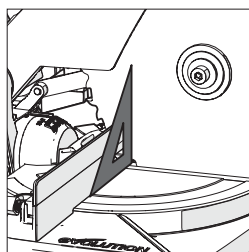

Fig. 9
- Puneți raportorul pe masă cu o latură scurtă lipită de masă și cealaltă latură scurtă lipită de disc (evitați vârful de TCT ale dinților discului) (**Fig. 9**).